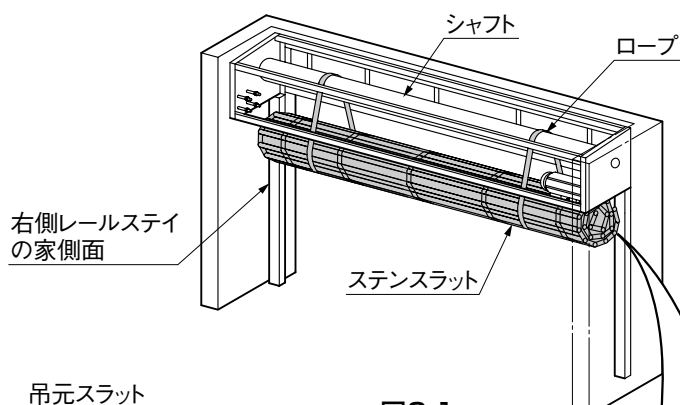
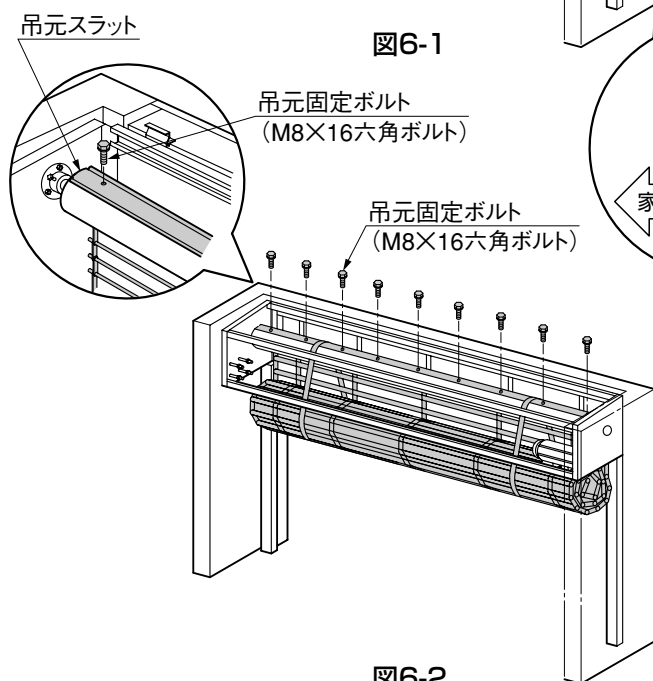

図6-1
図6-2
① 左右のレールステイの家側面が傷つかないようにダンボールで養生してください。
② ステンスラットの巻取り方向が図6-1の向きになるようにしてください。
③ ロープ等を使用して、シャフトの下にステンスラットを保持してください。
④ シャフトに仮止めしている「吊元固定ボルト」を一旦取外してください。（図6-2参照）
⑤ 吊元スラットをシャフトまで引き上げて④で取外した「吊元固定ボルト」でシャフトに取付けてください。
⑥ ステンスラットをすべて巻取り、ロープを外してください。